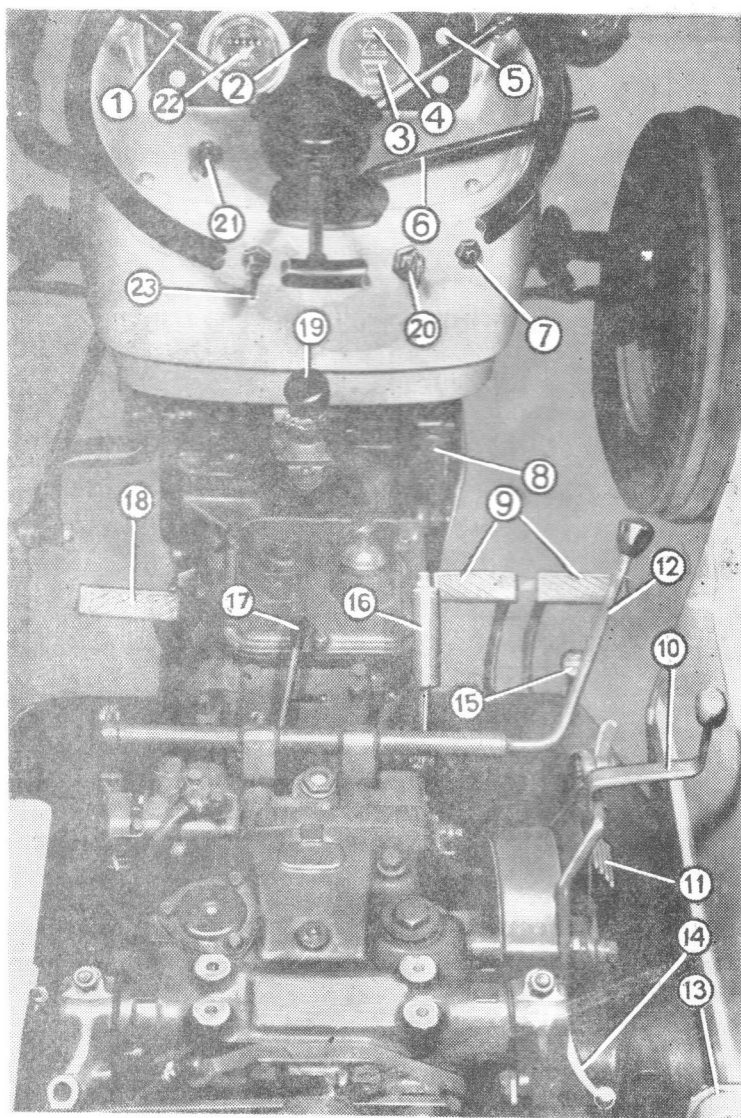
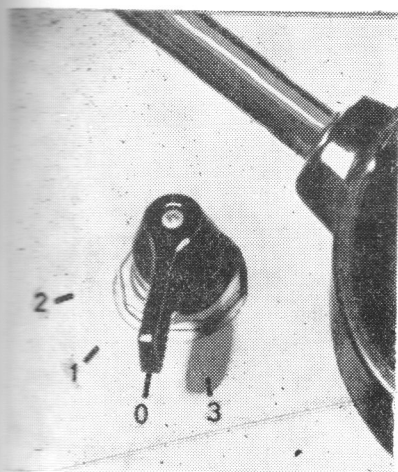

Fig. 6. — Commandes et appareils de contrôle.
Fig. 9. — Commutateur de départ et commande du thermoinjecteur.
Monté sur le mécanisme hydraulique, il est destiné à la commande des vérins à simple et à double effet qui sont placés sur les outillages attachés au tracteur. Commandé par la manette 12 fig. 6.
Les pièces composantes de la direction et l'appareillage de contrôle sont décrits dans l'ordre des positions indiquées dans la figure 6.
5. Poussez jusqu'au fond le bouton de l'enrichisseur 8 fig. 6 et tournez la manette du commutateur de départ et commande du thermoinjecteur en pos. 3 (fig. 9). Immédiatement après le départ du moteur, ramenez la manette du commutateur en pos. 0 (fig. 9).
— Faites partir le thermoinjecteur en tournant la manette du commutateur de départ et commande thermoinjecteur en pos. 1 (fig. 9). Tenir la manette 10 ... 15 secondes dans cette position.
— Tourner légèrement la manette du commutateur (fig. 9) en pos. 2 et pousser le bouton de l'enrichisseur 8 fig. 6. Immédiatement après le départ du moteur, laisser libre la manette du commutateur de départ et tirer le bouton de l'enrichisseur.